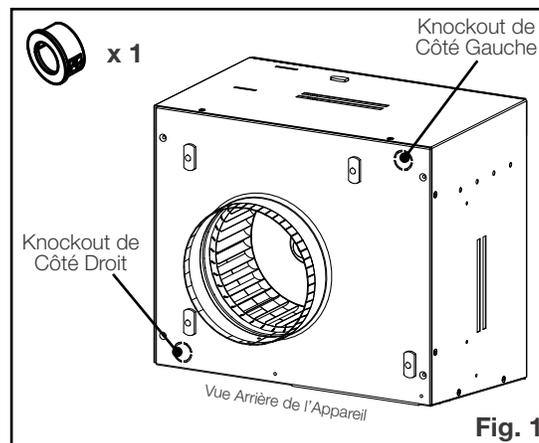

Fig. 1
2. Déterminez l'emplacement désirée du knockout des fils (**Fig. 1**), puis retirez le knockout gauche ou droit en conséquence. Installez la bague (fournie) dans le knockout.